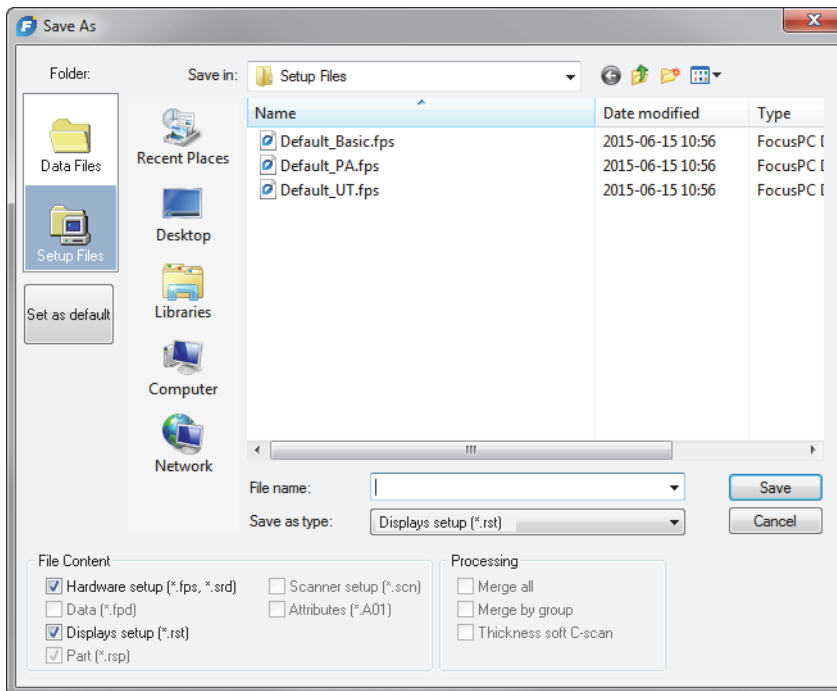

図 4-38 [Save As] ダイアログボックス
2. 表示された [Save As] ダイアログボックスで (140 ページの図 4-38)、次の手順に従います。